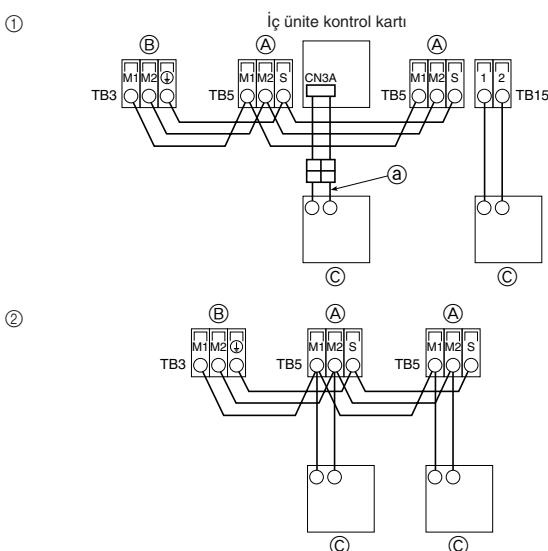

Fig. 7-2
7.2. Uzaktan kumanda ünitesi, iç ve dış iletim kablolarının bağlanması (Fig. 7-2)
① TB5 iç ünitesinin ve TB3 dış ünitesinin bağlanması. (Kutupsuz 2 tel)